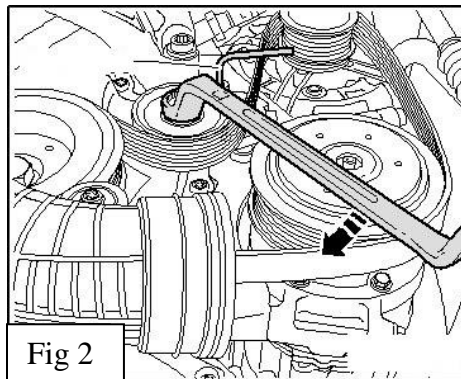

Fig 2
9. Release the serpentine belt tension using a serpentine belt tensioner release tool or a box end wrench to rotate the tensioner arm in the clockwise (down) direction. Fig 2
9. Libérer la courroie multifonction à l'aide d'un outil de démontage de courroie multifonction ou une clé fermée pour tourner le bras du tendeur en sens horaire (vers le bas) Fig. 2
9. Suelte la tensión de la correa serpentina utilizando una herramienta de desmontaje del tensor de la correa serpentina o una llave de cubo para girar el brazo del tensor en sentido horario (abajo). Fig 2